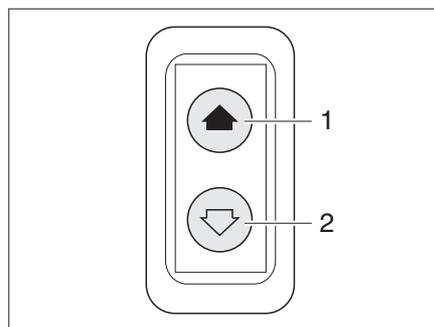

Bild 25 Schalter für elektrischen Fensterheber
Das Fahrzeug ist auf der Fahrerseite mit einem elektrischen Fensterheber (Bild 25) ausgestattet.
*Öffnen:* ■ Schalter unten drücken (Bild 25,2).
*Schließen:* ■ Schalter oben drücken (Bild 25,1).